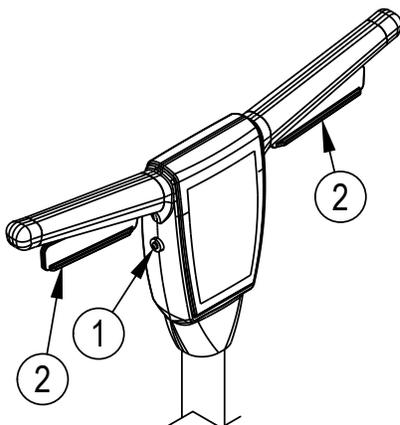

Abbildung 6
5. Drücken Sie den Verriegelungsknopf (1) und üben Sie Druck auf die Hebel (2) aus. Um die Maschine zu stoppen, lassen Sie die Hebel los (2) (siehe *Abbildung 6*).
3. Drücken Sie den Verriegelungsknopf (1) und üben Sie Druck auf die Hebel (2) aus. Um die Maschine zu stoppen, lassen Sie die Hebel los (2) (siehe *Abbildung 6*).